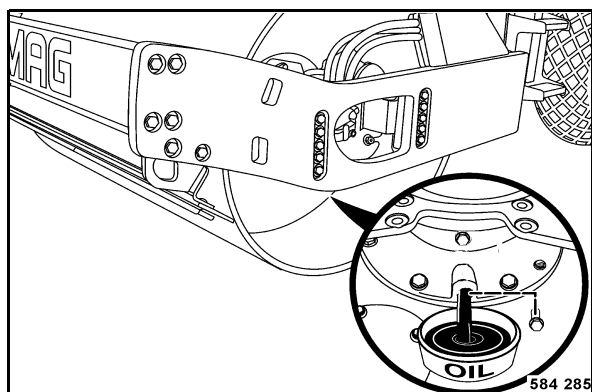

Fig. 171
- Déplacer le bandage de sorte que les bouchons de vidange et de remplissage (Fig. 171) se trouvent au point le plus bas.